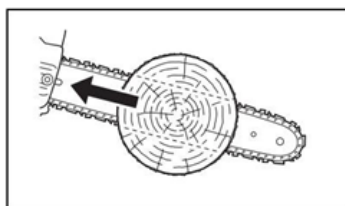

Fig 2
- Jede dieser Reaktionen könnte dazu führen, dass Sie die Kontrolle über die Maschine verlieren und mit der sich bewegenden Kette in Kontakt kommen, was zu schweren Verletzungen führen kann. Als Kettensägenbenutzer sollten Sie mehrere Maßnahmen ergreifen, um Ihre Schneidarbeiten unfall- und verletzungsfrei zu halten (Abb. 2).